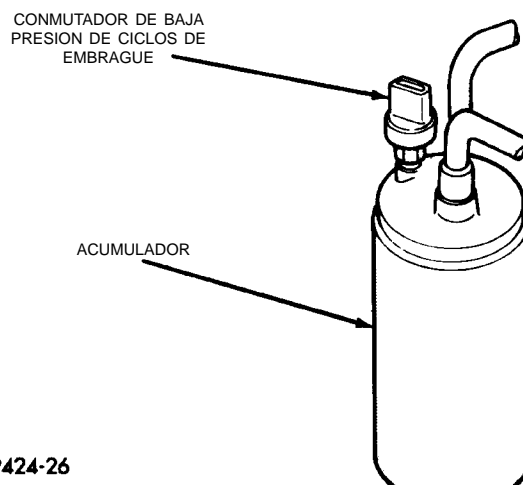

Fig. 8 Conmutador de baja presión de ciclos de embrague
(3) Ponga en marcha el motor y regule el ralenti a 1000 rpm con el compresor embragado.
(4) El motor debe alcanzar la temperatura de funcionamiento. Las puertas y ventanillas deben estar abiertas.
(5) Inserte un termómetro en la salida central izquierda del A/A (tablero). Haga funcionar el motor durante cinco minutos.
(6) El embrague del compresor puede pasar a otra posición según sean las condiciones de temperatura ambiente y humedad. Si el embrague pasa a otra posición, desenchufe el conector del mazo de cables del conmutador de baja presión de ciclos de embrague del conmutador emplazado en el acumulador (Fig. 8). Coloque un cable de puente entre las cavidades del conector del conmutador de baja presión de ciclos de embrague.